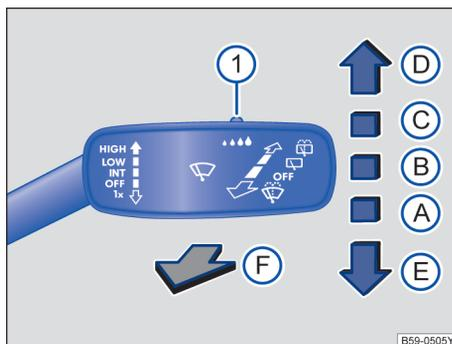

图 86 操作车窗玻璃刮水器。
- ① **...** 使用开关 → 图 86① 调节雨量传感器的灵敏度。
- 向下短按车窗玻璃刮水器操作杆 → 图 86 。